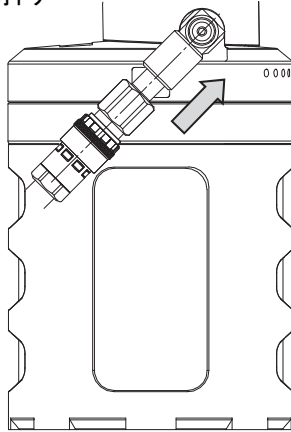

図 4-3
この時のON-OFFバルブはONの状態。(P.9 図4-3参照)
- ① 圧縮空気を供給する。(ON-OFF バルブを開く)(図 4-3)